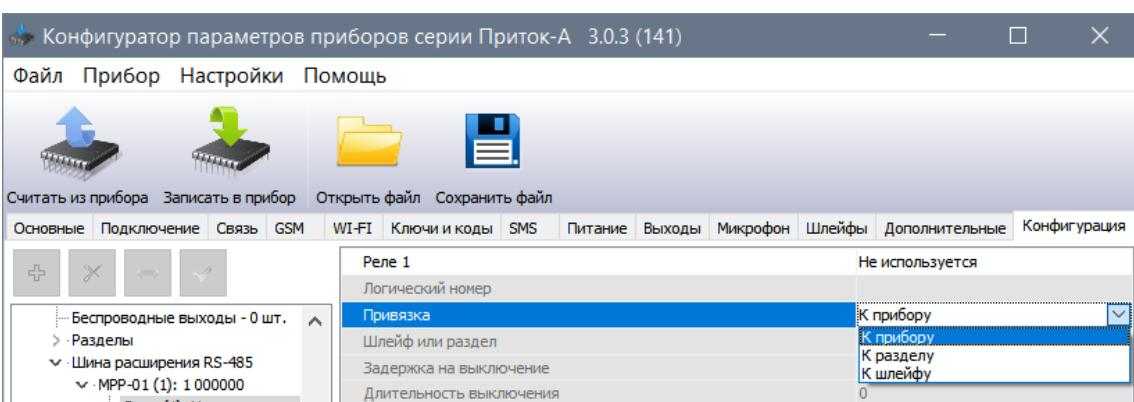

Рисунок 7
Для всех типов режимов работы, кроме «Не используется», «Управление с АРМ» и «Управление с клавиатуры и с АРМ», должен быть указан объект, привязанный к этому реле (см. п. 2.1 рисунок 7). Объектом привязки может быть:
- Поле «Привязка» - привязка реле к прибору, разделу или шлейфу (см. рисунок 7).